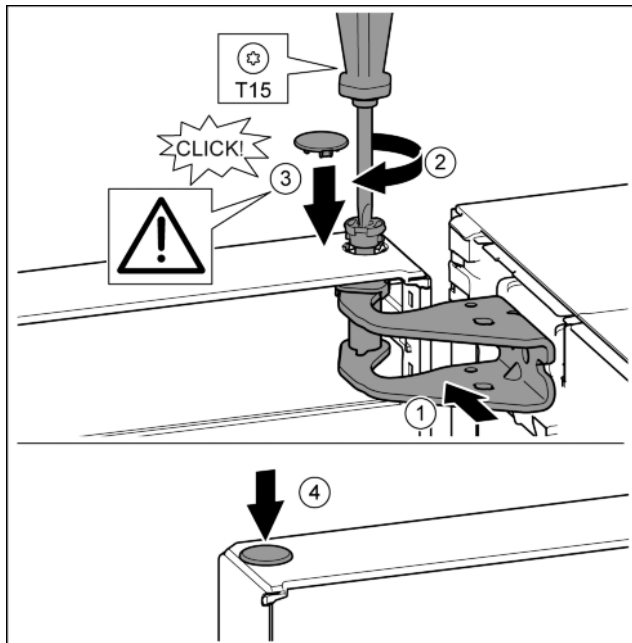

Fig. 23
- ▶ Allineare la porta in alto all'apertura nel blocco di supporto. Fig. 23 (1)
- ▶ Inserire i perni e stringere con il cacciavite T15. Fig. 23 (2)
- ▶ Montare la copertura di sicurezza a protezione della porta: inserire la copertura di sicurezza e controllare se appoggia sulla porta. Altrimenti inserire completamente il perno. Fig. 23 (3)
- ▶ Inserire i tappi. Fig. 23 (4)